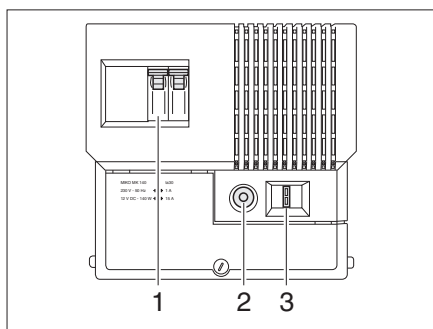

Fig. 89 Bloc transformateur
Le disjoncteur automatique 230 V (Fig. 89,1), la protection contre les surcharges (Fig. 89,2) et le fusible principal (Fig. 89,3) sont intégrés dans le bloc transformateur.
- Appuyer sur le bouton de commande de la protection contre les surcharges (Fig. 89,2) (position "Allumer").